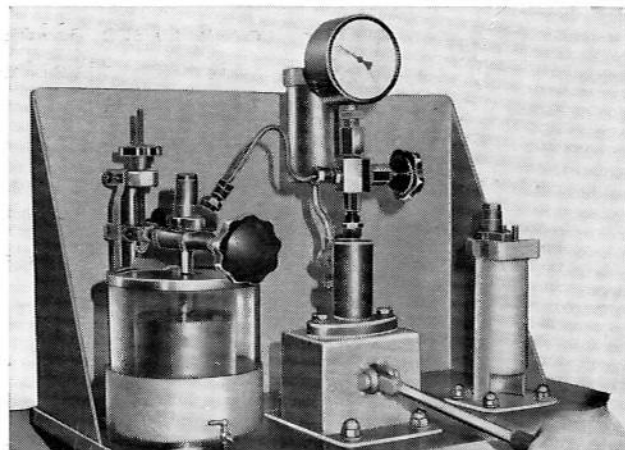

Fig. 35
- Actionner la pompe à main (fig. 35) et vérifier que la pression d'injection soit de  $190 \pm 200 \text{ kg/cm}^2$ .